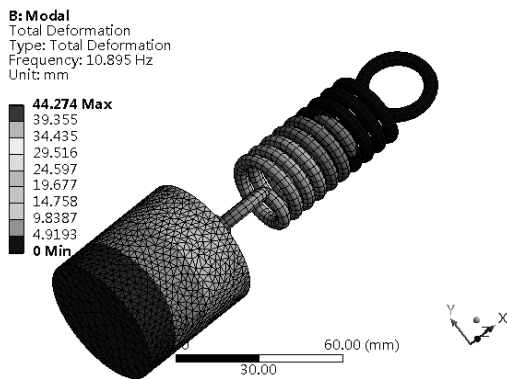

图 10-62 一阶模态总变形分析云图
Step4：选择 Outline（分析树）中 Solution（B6）下的 Total Deformation（总变形）选项，此时会出现如图 10-62 所示的一阶模态总变形分析云图。